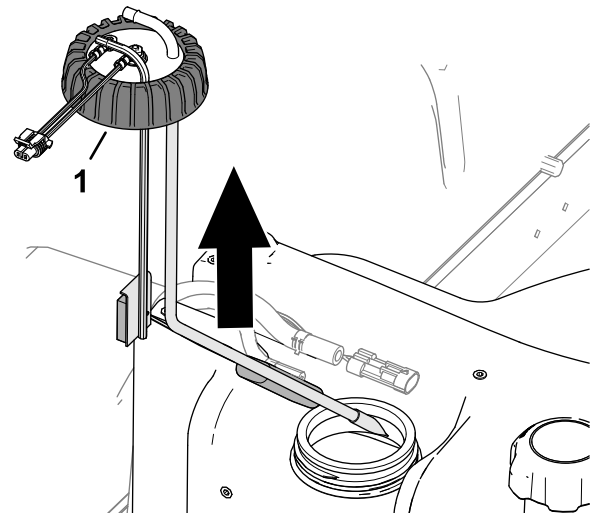

Bild 91
- Lösen Sie den Deckel des Kraftstoff-Füllstandsensors (Bild 91).